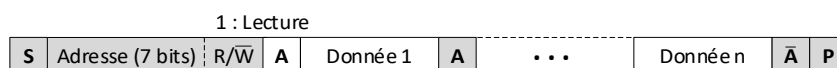

Figure 4 : Trame de lecture
- *Format de lecture* (voir figure 4) : Après la condition de START, le maître envoie l'octet d'adresse avec $R/\bar{W} = 1$; l'esclave acquitte l'octet d'adresse. Au moment de ce premier acquittement, le maître-émetteur devient un maître-récepteur et le récepteur esclave devient un esclave-émetteur. Le maître génère des acquittements ultérieurs. La condition STOP est générée par le maître, qui envoie un NACK juste avant la condition de STOP.